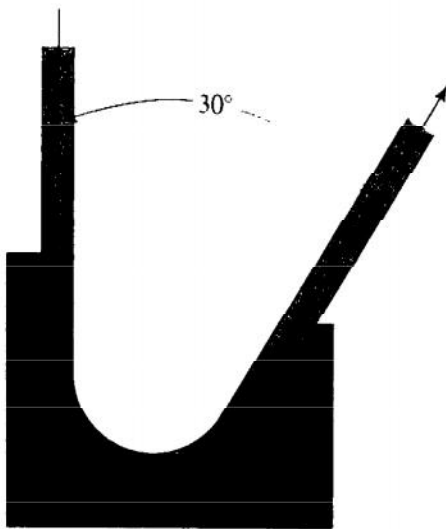

FIGURA 16.10 Problema 16.5.
- 16.5E** Calcule las fuerzas en las direcciones vertical y horizontal sobre el bloque de la figura 16.10. La corriente de fluido es un chorro de agua de 1.75 pulgada de diámetro, a 60°F y velocidad de 25 pies/s. La velocidad del agua al abandonar el bloque también es de 25 pies/s.